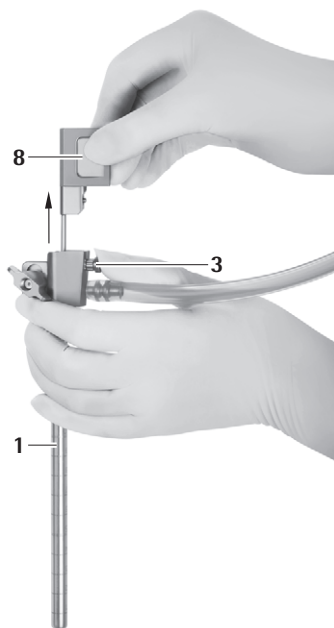

Fig. 10
- ▶ Premere il pulsante di rilascio 3 ed estrarre l'endoscopio attraverso il canale dell'ottica 8 attentamente dal trocar MINOP InVent 1, vedere Fig. 10.